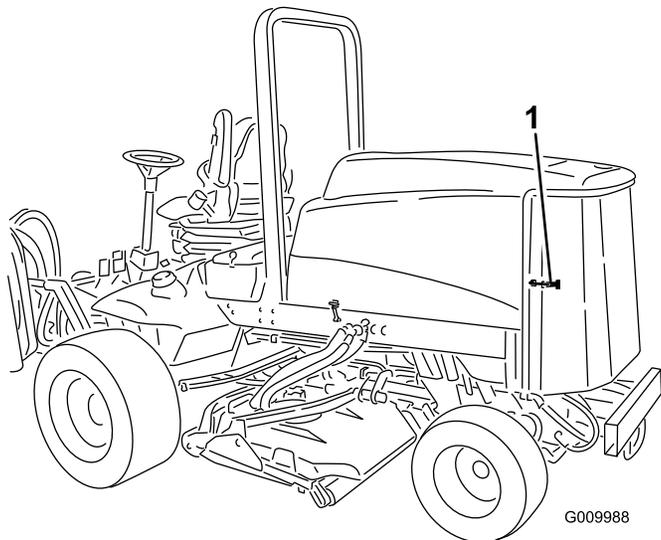

Bild 78
1. Entriegeln und schwenken Sie das hintere Gitter in die geöffnete Stellung (Bild 78).